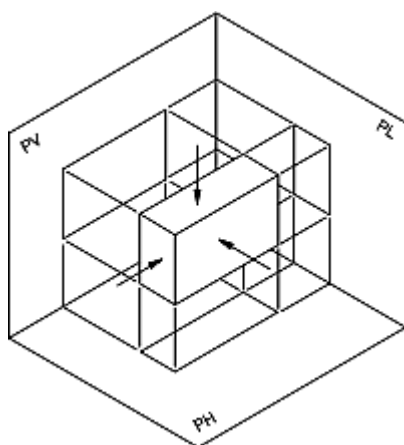

Figura 15
Desta forma, teremos 3 vistas do desenho: frontal, lateral e superior. A Figura 15 abaixo representa as 3 vistas de um prisma retangular.
- **Escala para cotação de ângulos:** O desenho da esquerda está representado em escala natural (1 : 1) e o desenho da direita, em escala de redução (1 : 2). As cotas que indicam a medida do ângulo (90°) aparecem na Figura 15.